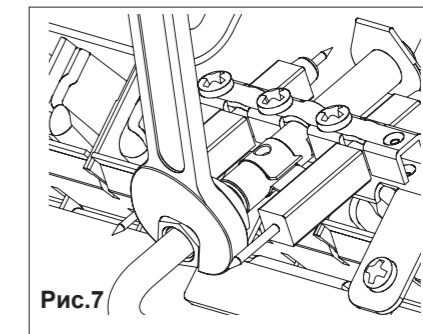

Рис. 7
- отсоединить трубку запальной горелки (рис. 7);